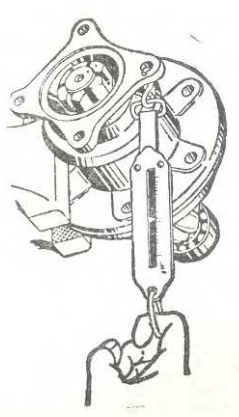

Рис. 60. Проверка
- 18 Для этого зажать муфту в тиски, за отверстие фланца зацепить крючком динамометра (рис. 60) и плавно поворачивать шестерню. Показание на шкале динамометра должно находиться в пределах 2,9—6,2 даН (2,9—6,2 кгс). Когда сопротивление вращению подшипников окажется в пределах нормального, гайку зашплинтовать.
Для этого зажать муфту в тиски, за отверстие фланца зацепить крючком динамометра (рис. 60) и плавно поворачивать шестерню. Показание на шкале динамометра должно находиться в пределах 2,9—6,2 даН (2,9—6,2 кгс). Когда сопротивление вращению подшипников окажется в пределах нормального, гайку зашплинтовать.